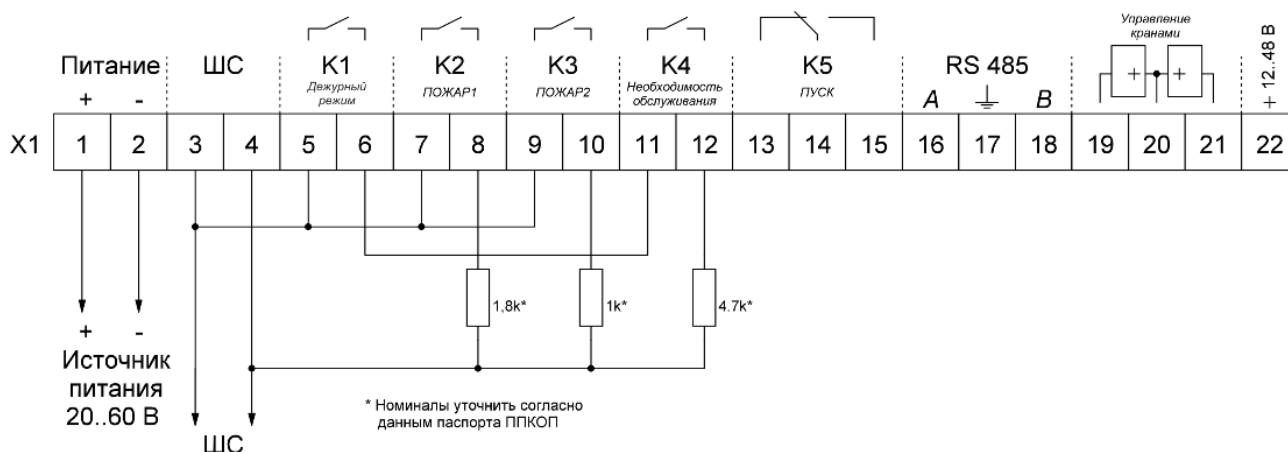

Рисунок 17 – Схема подключения с обобщенным сигналом об обслуживании
17.2 Схема подключения ИПА к ПЦН с уменьшением сопротивления ШС при формировании извещений «Пожар 1», «Пожар 2» с обобщенным сигналом о неисправности при необходимости обслуживания Извещателя (рисунок 17).